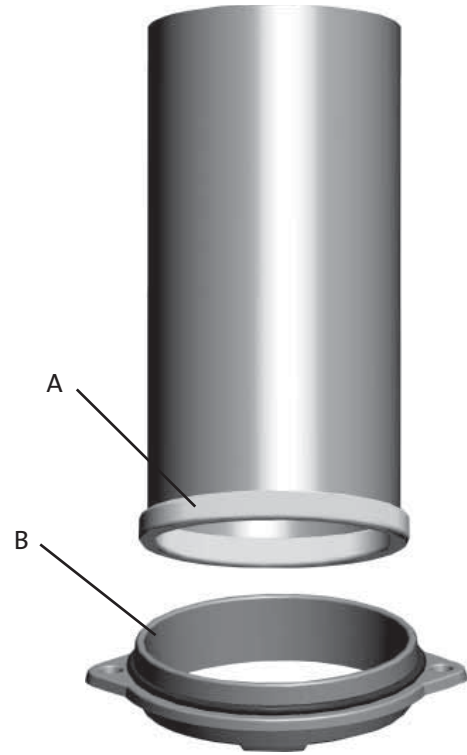

Fig. 9
4.3 Het glas aan de zijkant, binnen/buiten, vervangen (afb. 9, 12, 13 en 14)
2. De gietijzeren keerklep, die zich boven de keerplaat bevindt, rust met de stang op de ribben aan de schoorsteenuitgang aan de achterkant (afb. 9 A). Til de keerklep iets omhoog, trek deze naar voren en kantel hem eruit.